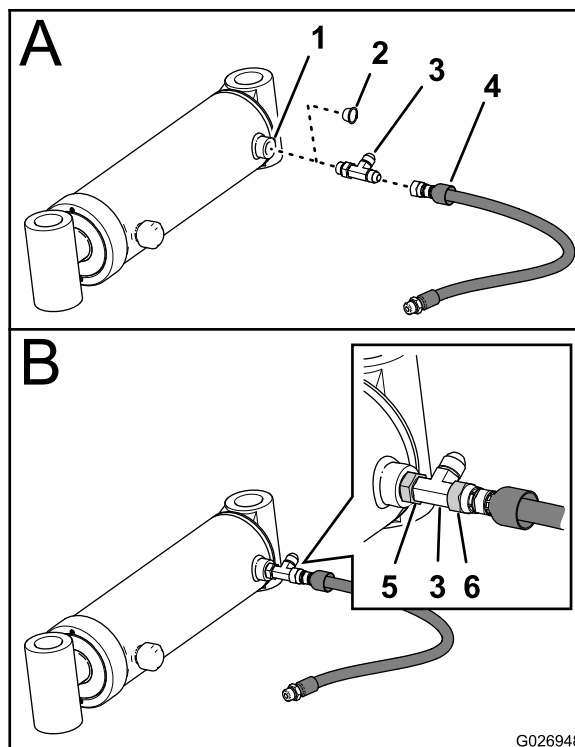

Figure 6
1. Enlevez le bouchon d'expédition de l'orifice de déploiement d'un vérin de pivotement (Figure 6).
2. Montez un raccord en T (3/8 po) dans l'orifice de déploiement (Figure 6) et serrez l'écrou orientable du raccord à la main.
3. Branchez un flexible de raccordement transversal (1/4 x 20 po) sur les raccords en T, comme montré à la Figure 6.